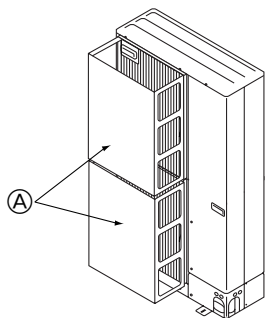

Fig. 2-15
① Installer un guidage d'air optionnel si l'appareil est placé dans un endroit où les vents violents d'un typhon par exemple pourraient s'engouffrer directement dans la sortie d'air. (Fig. 2-15)